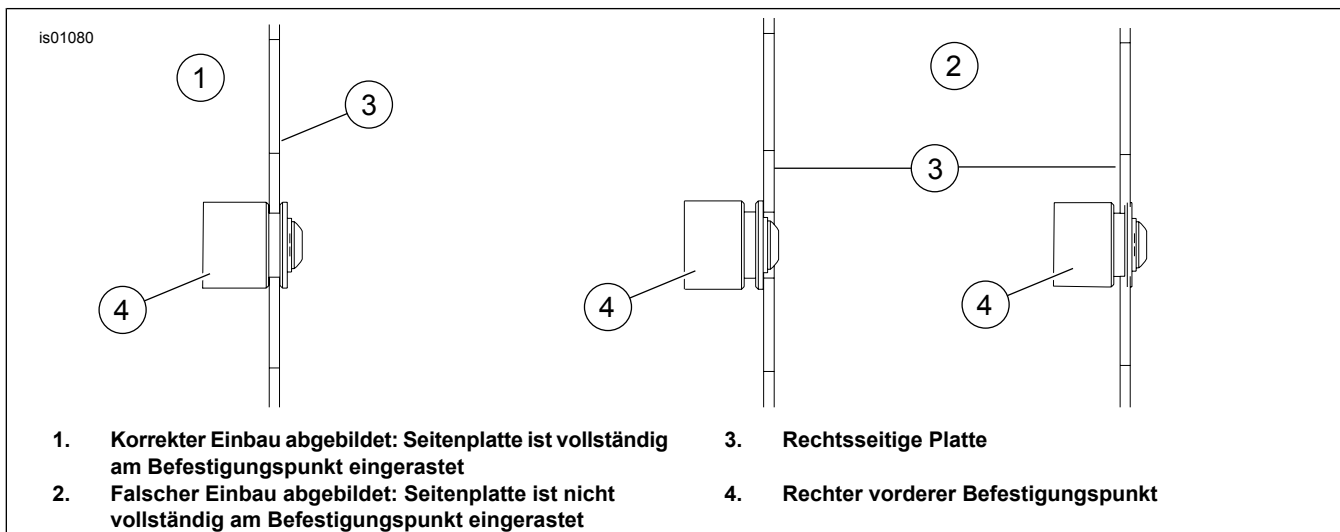
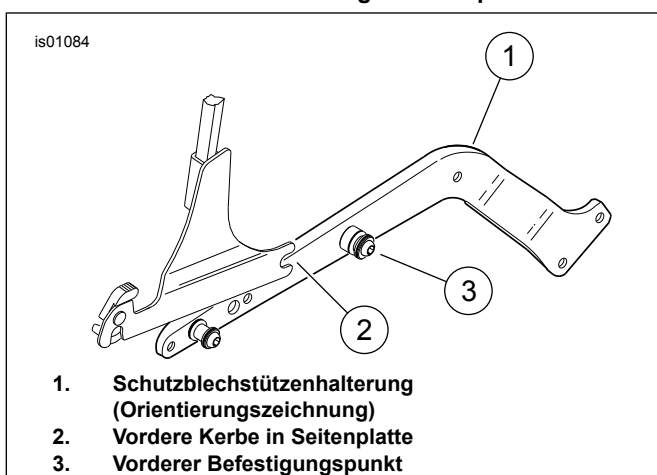
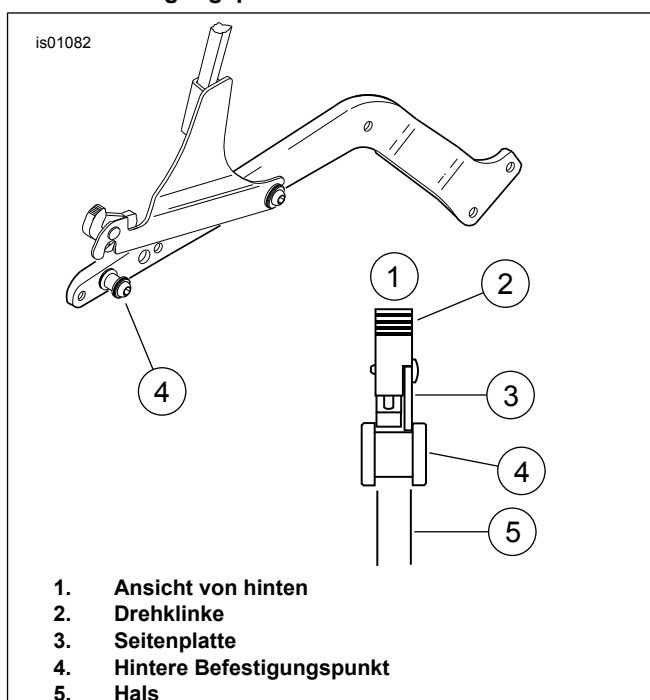
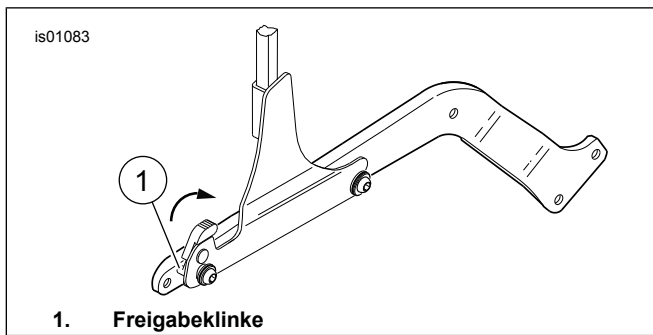

Abbildung 2. Seitenplatte muss richtig in den Befestigungspunkt einrasten
Abbildung 3. Die vorderen Kerben in den vorderen Befestigungspunkt einsetzen
Abbildung 4. Zurückziehen der Drehklinken und Absenken der Seitenplatten auf die Befestigungspunkte
Abbildung 5. Zum Schließen die Drehklinken bis zum Anschlag nach vorne drücken
1. Siehe Abbildung 2. Richtigen (1) und falschen (2) Eingriff der Seitenplatten (3) an den Befestigungspunkten (4) beachten.
2. Siehe Abbildung 3. Hinter dem Motorrad stehend die vorderen Kerben an den Seitenplatten (2) in die vorderen Befestigungspunkte (3) einsetzen; siehe Abbildung 3. (Baugruppe aus Seitenplatte und Soziusbügel hier nicht vollständig abgebildet.) Der richtige bzw. falsche Einbau der Seitenplatten ist in Abbildung 2 abgebildet.
Die Ausrichtung wie in Schritt 2 und in Abbildung 2 beschrieben, überprüfen. Bei mangelhafter Ausrichtung der Seitenplatten auf den Befestigungspunkten können die hinteren Befestigungspunkte beschädigt werden.
3. Siehe Abbildung 4. Die Drehklinken (2) bis zum Anschlag nach hinten ziehen; siehe Abbildung 4. Die hinteren Drehklinken über die hinteren Befestigungspunkte (4) legen und dabei darauf achten, dass die Klinken und Seitenplatten (3) in den Hals (5) der hinteren Befestigungspunkte eingreifen; siehe Abbildung 4. Dazu müssen die Seitenplatten evtl. leicht zusammengedrückt oder gespreizt werden.
4. Die Drehklinken nach unten drücken und die Klinkenhebel bis zum Anschlag in Vorwärtsrichtung drücken, um die Drehklinken zu schließen; siehe Abbildung 5. Beim Einrasten der Klinke ist ein Klick-Geräusch vernehmbar. **Wenn sich die Verriegelung nicht leicht schließen lässt, keine Gewalt anwenden.** Die Ausrichtung wie in Abbildung 4 und Abbildung 2 beschrieben, nachprüfen.
5. Zum Abnehmen der Seitenplatten auf die Freigabeköpfe (1) drücken (siehe Abbildung 5) und die Drehklinkenhebel nach hinten ziehen. Den hinteren Teil der Seitenplatten vorsichtig nach oben und aus den vorderen Befestigungspunkten herausziehen.